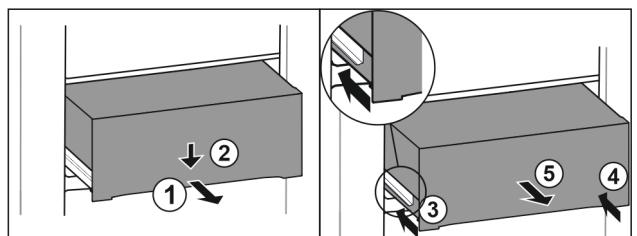

Fig. 81
- Zásuvku napůl vytáhněte. Fig. 81 (1)
- Stlačte zásuvku na přední straně dolů. Fig. 81 (2)
- Zasuňte levou kolejničku přibližně do 2 cm. Fig. 81 (3)
- Zasuňte pravou kolejničku přibližně do 2 cm. Fig. 81 (4)
- Vyjměte zásuvku dopředu. Fig. 81 (5)